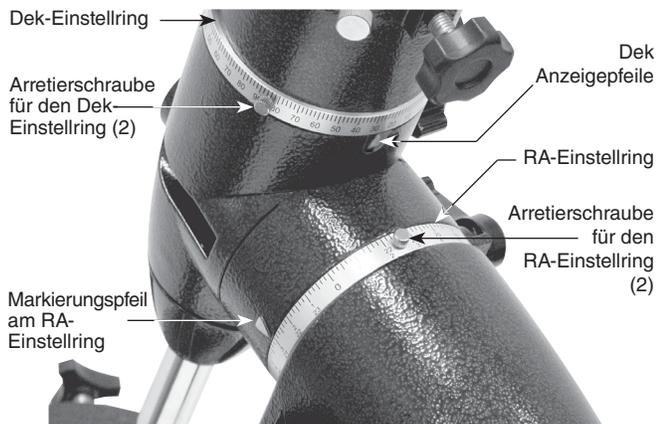

Abbildung 9. Die Einstellringe für Rektaszension (RA) und Deklination (Dek).
Der RA-Einstellring ist in Stunden von 1 bis 24 mit kleinen Zwischenmarkierungen in 10-Minuten-Schritten unterteilt (eine RA-Stunde besteht aus 60 Minuten). Die unteren Ziffern sind für Beobachtungen in der nördlichen Hemisphäre bestimmt. Alle darüber liegenden Ziffern sind in der südlichen Hemisphäre zu verwenden. Die Lage des Koordinatenanzeigerpfeils der Rektaszension ist in **Abbildung 9** gezeigt.
4. Lockern Sie eine der Arretierschrauben am RA-Einstellring (siehe **Abbildung 9**), damit der Einstellring frei gedreht werden kann. Drehen Sie den Einstellring, bis der Markierungspfeil für die RA-Achse auf die im Sternatlas nachgeschlagenen RA-Koordinaten des gewünschten Objekts zeigt. Ziehen Sie dann die Rändelschraube am Einstellring wieder fest.